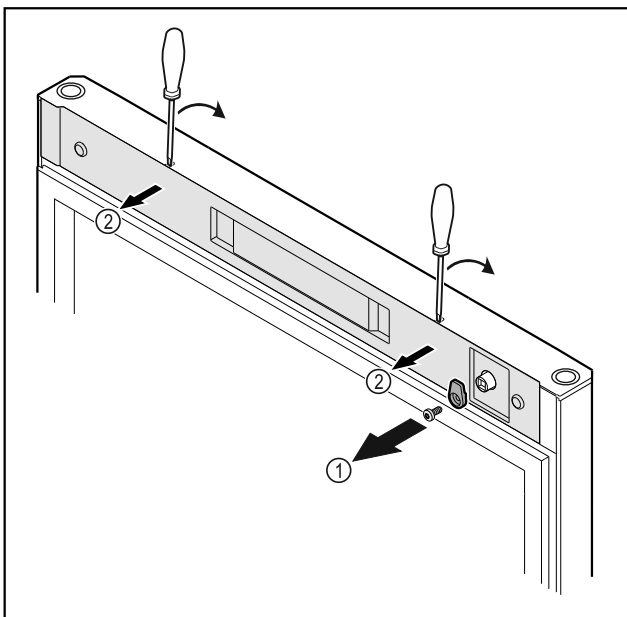

Fig. 6
- ▶ Odvrnite kuke za zatvaranje Fig. 6 (1).
- ▶ Odvojite poklopac Fig. 6 (2) malim odvijačem i skinite ga.